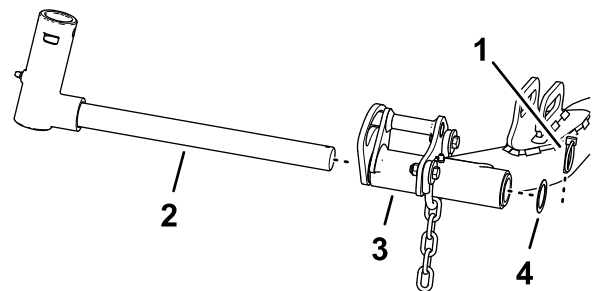

图 25
1. 拆下将轴轂固定至提升臂的保险销和垫圈将轴滑出提升臂图 25。